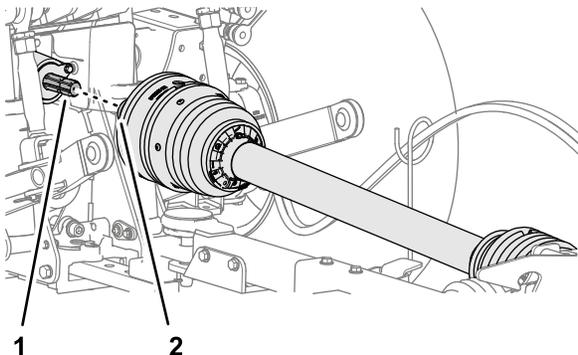

Рисунок 30
1. Совместите быстроразъемный соединитель приводного вала механизма отбора мощности с выходным валом механизма отбора мощности (Рисунок 30).